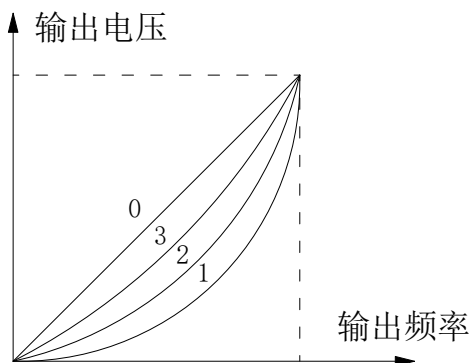

图 F4-1 V/F 曲线示意图
- 0: 线性 V/f (恒转矩负载), 图 F4-1 中的曲线 0。
- 1: 平方电压/频率控制模式, 如图 F4-1 中的曲线 1。
- 2: 1.5 次转矩/频率控制模式, 如图 F4-1 中的曲线 2。
- 3: 1.2 次转矩/频率控制模式, 如图 F4-1 中的曲线 3。